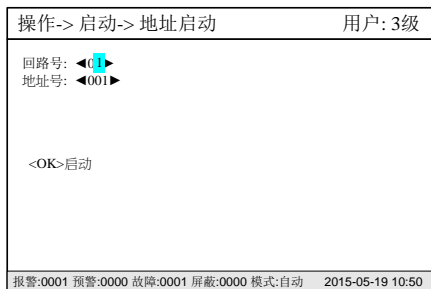

图 15-2
- 按“→”键选择“操作”子菜单（图 15-2），然后按“↓”键选择“启动”，然后按“OK”键。